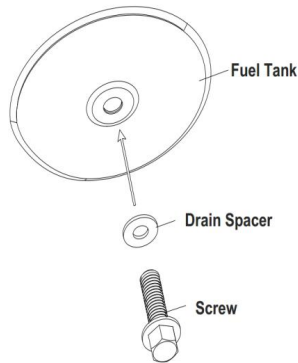

Abb. 7 Wiedereinbau der Ablassschraube
4. Zum Wiedereinsetzen den Ablaufkopf vollständig in die Ablauföffnung drücken und durch vollständiges Eindrücken der Dichtungskappe in die Öffnung des Ablaufkopfes sichern (siehe Abb. 7).